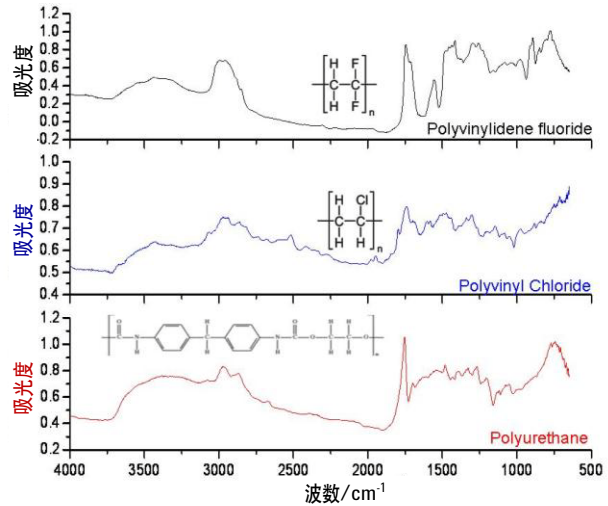

图 1. 聚偏二氟乙烯、聚氯乙烯和聚氨酯的漫反射 FTIR 谱图
对材料的镀膜进行鉴定是一项繁琐的工作，尤其是在样品外观相同的情况下。有时，必须要对不同的材料进行实时鉴定。镀膜是可供鉴定材料中一个很好的示例，因为大多数镀膜、底漆和粘结材料都是由有机化合物制得。图 1 展示了使用配备漫反射采样探头的 Agilent 4100 ExoScan FTIR 测定聚氯乙烯 (PVC)、聚氨酯 (PU) 和聚偏二氟乙烯 (PVDF) 之间差异的示例。谱图显示这些材料很容易相互区分。